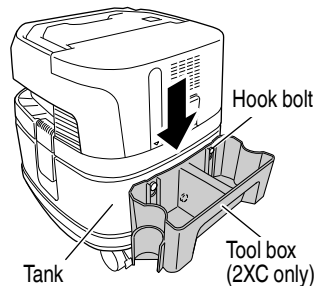

Fig. 24
(3) Tool box assembly (Fig. 24)